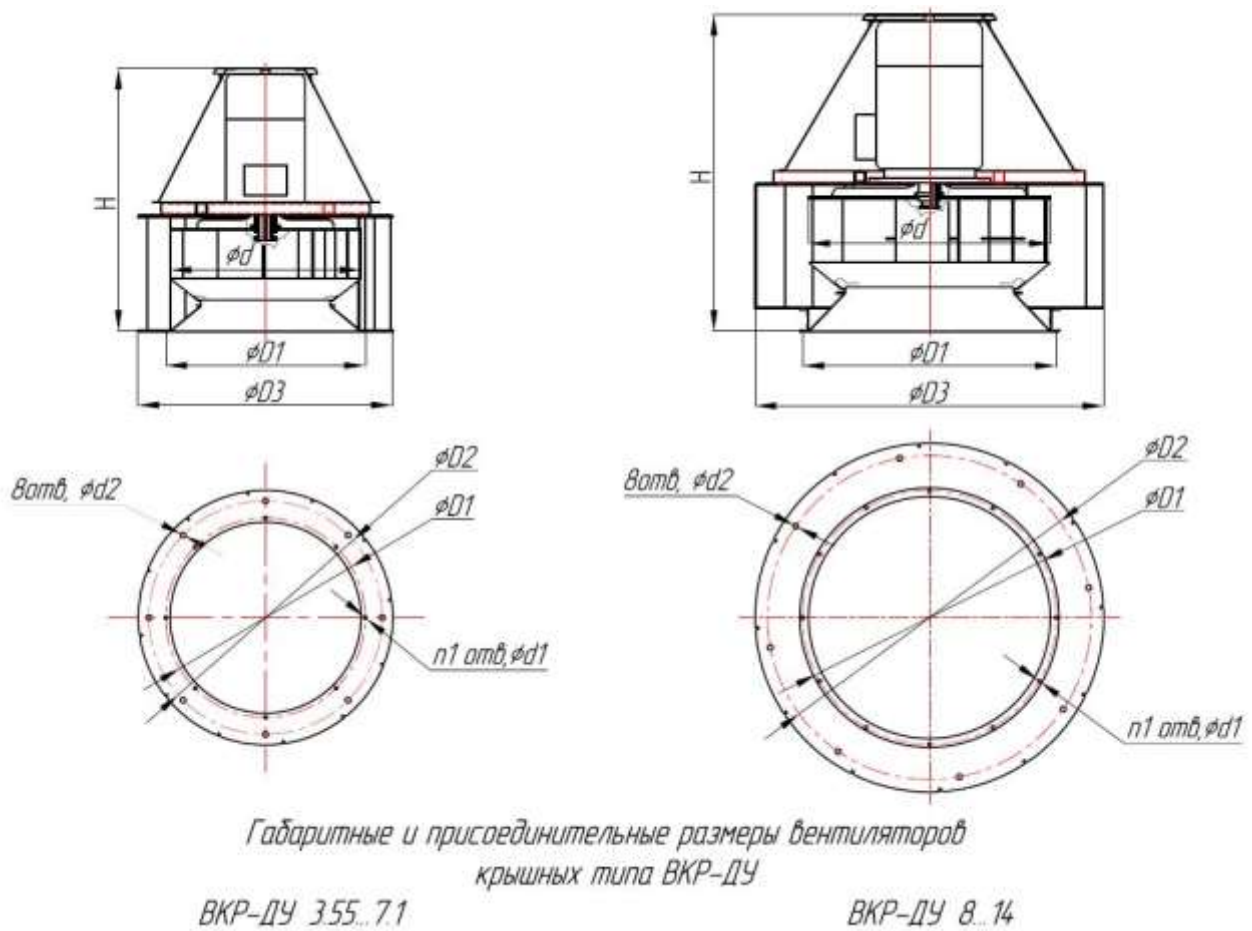

РИС. 1. Габаритные и присоединительные размеры вентиляторов ВКР ДУ
1.2.2. Устройство вентиляторов, габаритные, присоединительные и установочные размеры вентиляторов указаны на рис. 1, рис. 2, табл. 1, табл. 2.